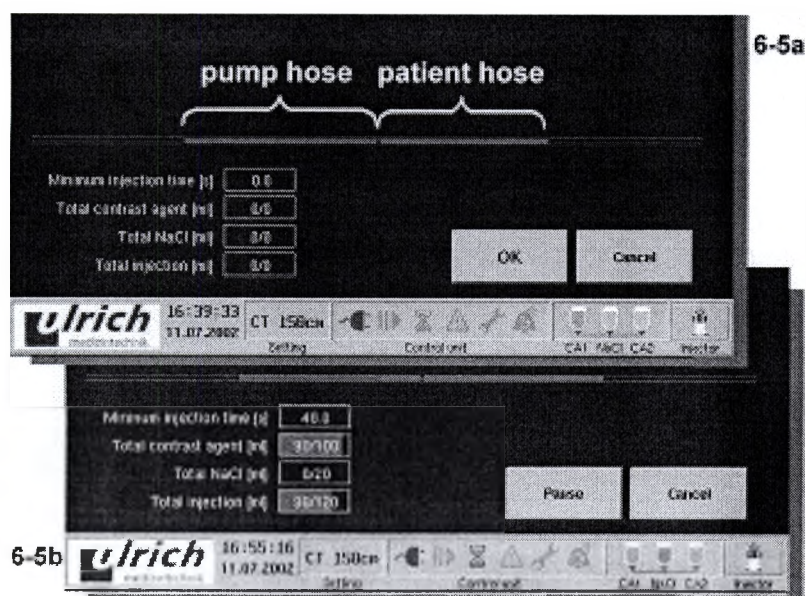

Рис. 6-5 Отображение трубки
- Рис. 6-5а: Заполнение системы трубок перед инъекцией (зеленый): полностью заполнена контрастным веществом (в режиме CT)
- Рис. 6-5б: Заполнение системы трубок во время проведения инъекции зеленый: объем КВ, подлежащий впрыскиванию, синий: Объем NaCl, с которым болюс КВ предварительно подается в трубку